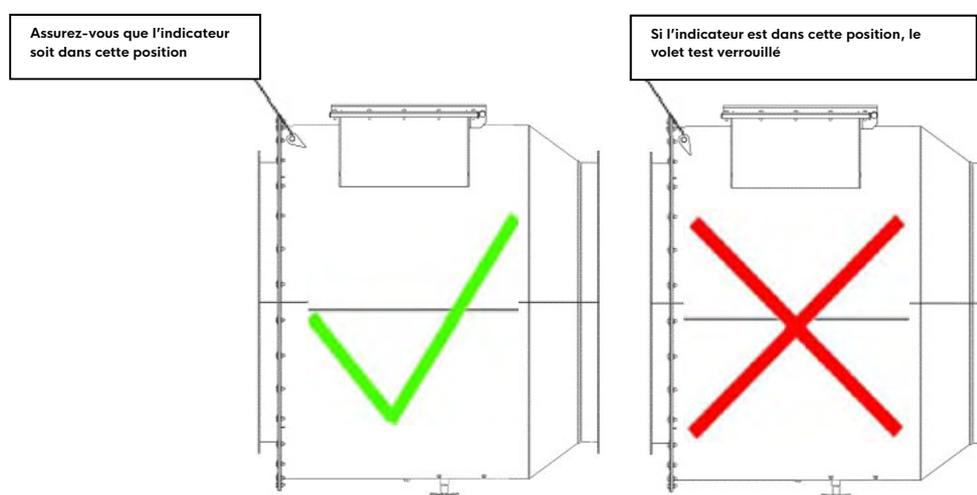

Figure 11 : indicateur de position
Étape 2 : assurez-vous que l'indicateur est dans la bonne position (figure 11), et le déverrouiller dans le cas contraire avant la première utilisation.